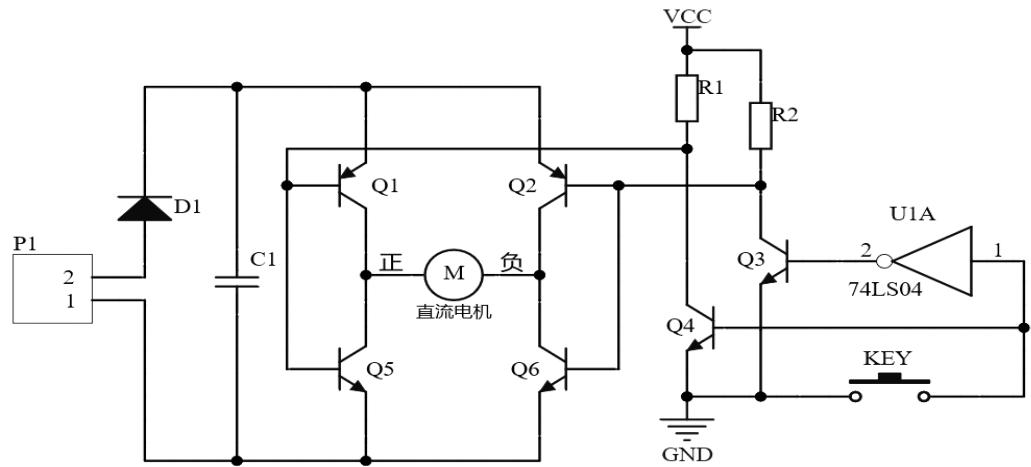

图 2-B2 电路原理图
(4) 在输入端  $U_i$  处, 加上一个峰峰值为 70mV (示波器上测出的值), 频率 3KHz 的正弦信号。用示波器测量输出端  $U_o$  处的最大值电压为( C )V, 频率是( D )KHz, 电压放大倍数为( E )。 (每空 5 分)
(5) 在输入端  $U_i$  处, 加上一个峰峰值为 110mV (示波器上测出的值), 频率 2KHz 的正弦信号。用示波器测量输出端  $U_o$  处的峰峰值电压为( F )V, 周期是( G )ms。 (每空 5 分)
(6) 仪器使用及安全文明操作 (5 分)
**B2. 电路原理图**如图 2-B2 所示。根据原理图将正确选项代号填入表中。 (单选题  $10 \times 5$  分)